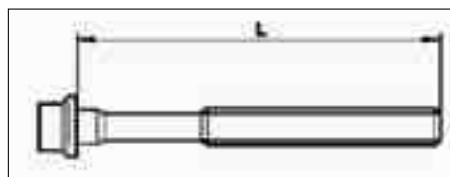

FIG. 3
Longitud bajo la cabeza (L) (fig. 3):